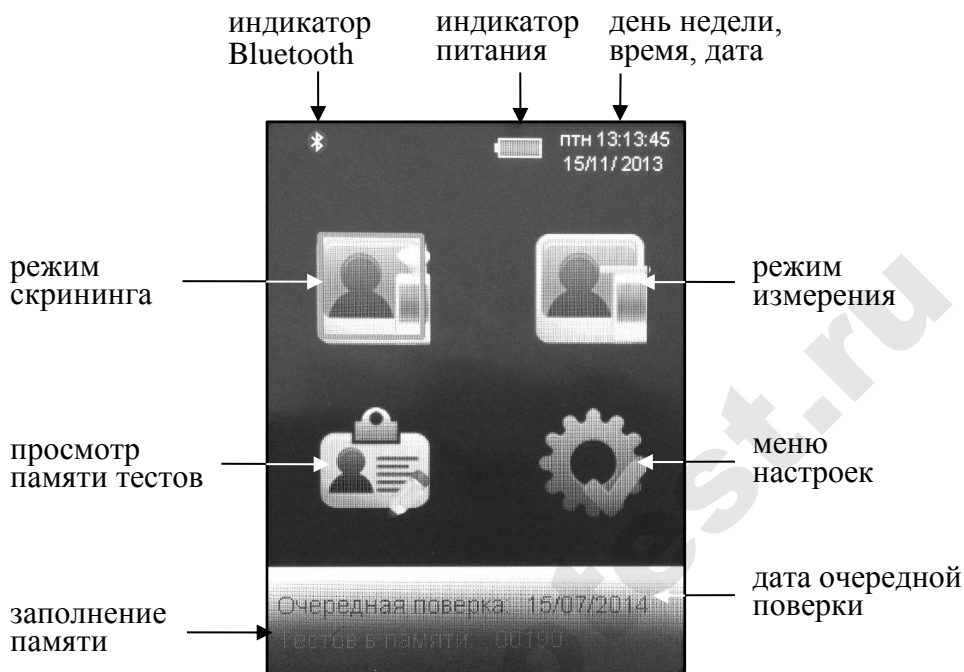

Рисунок 6 – Главное меню
2.3.1 При включении анализатора после заставки с наименованием анализатора и номером версии ПО на сенсорном экране появляется главное меню из 4 пунктов-иконок и индикаторов, информирующих об уровне напряжения элементов питания, текущем времени и дате, а также о соединении с принтером по связи Bluetooth (рис. 6).
2.5.2 Для входа в меню настроек в главном меню анализатора (рисунок 6) выберите пункт-иконку . На сенсорном экране появится меню «НАСТРОЙКИ», состоящее из трех пунктов, предназначенных для перехода в соответствующие меню (рисунок 7).